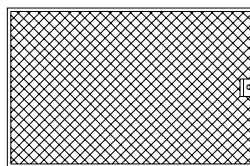

Рис. 3
4. Алюминиевый жироулавливающий фильтр, находящийся под откидной панелью (см. рис. 3).